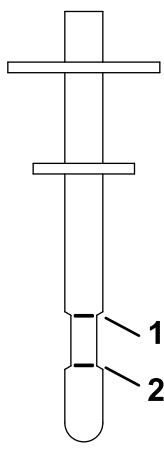

Bild 67
- Stecken Sie den Peilstab in den Einfüllstutzen und ziehen ihn wieder heraus, um den Ölstand zu prüfen (Bild 67).